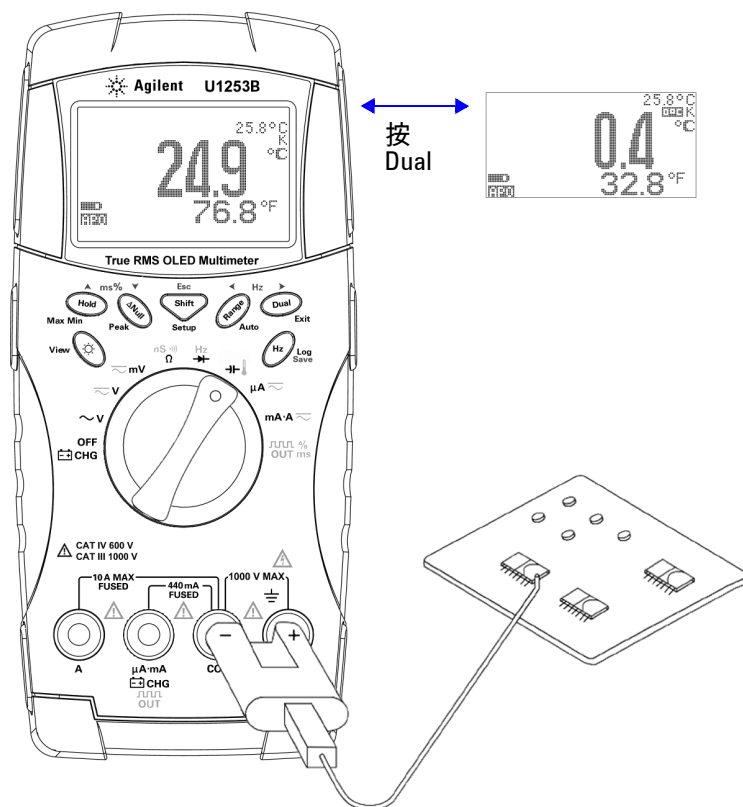

图 2-14 表面温度测量
- 3 将热电偶适配器（连接有热电偶探头）插入到输入端子 **TEMP**（红色）和 **COM**（黑色）（如第 53 页上的图 2-14 中所示）。